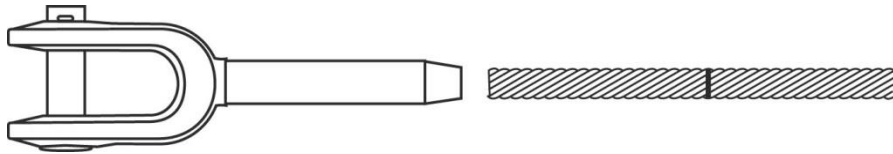

Figure 1: Marquer le câble afin d'indiquer la longueur du câble à mettre dans l'embout
- Marquez le câble pour indiquer la longueur adéquate de câble à insérer dans l'embout. (voir figure 1)